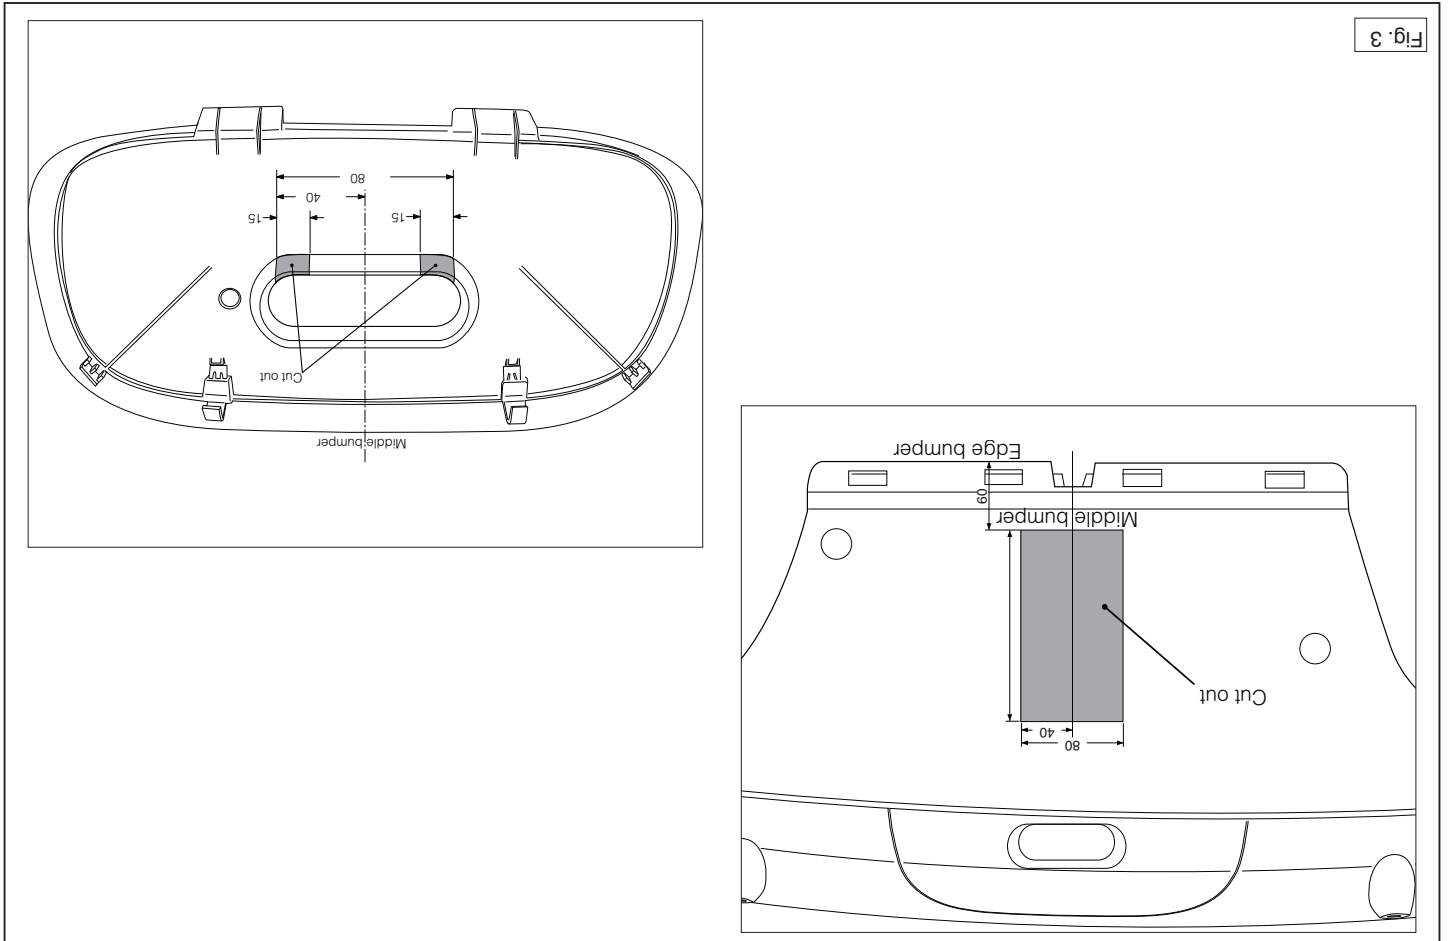

Fig. 3
15. Saw out the portions as indicated in fig. 3.
15. Gemäß Abb. 3 die angegebenen Teile heraussägen.
15. Scier les parties indiquées conformément à la figure 3.